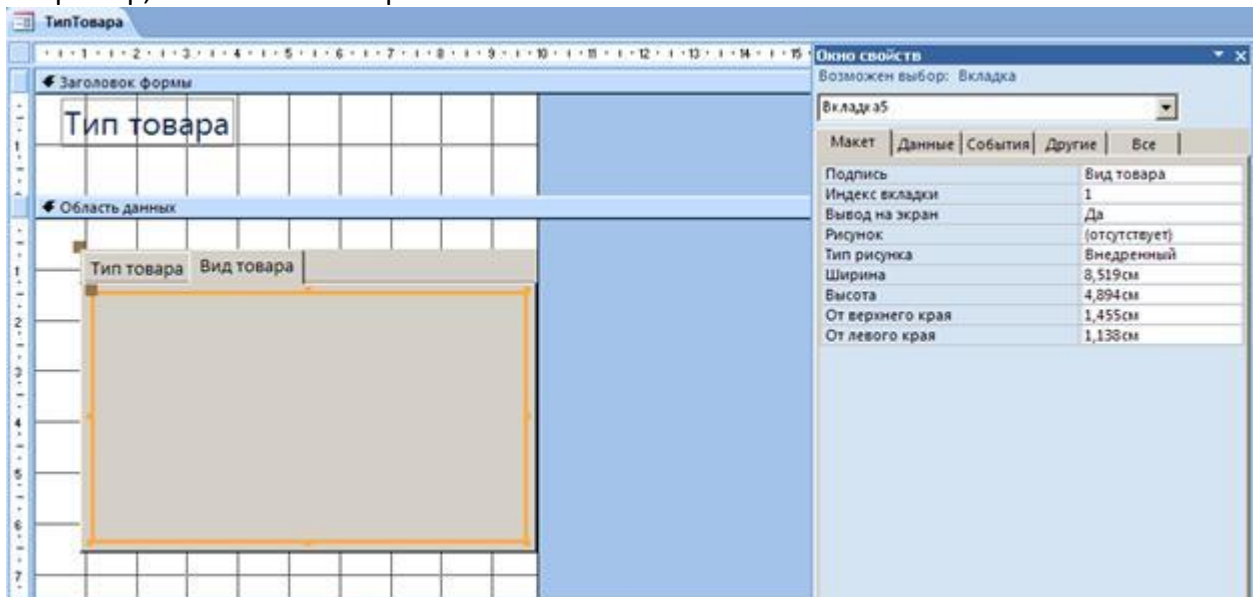

Рис.14. Конструирование вкладок в форме
8. Переименуйте вкладки (введите ПОДПИСИ в режиме СВОЙСТВА для каждой вкладки), например, как показано на рис.14.